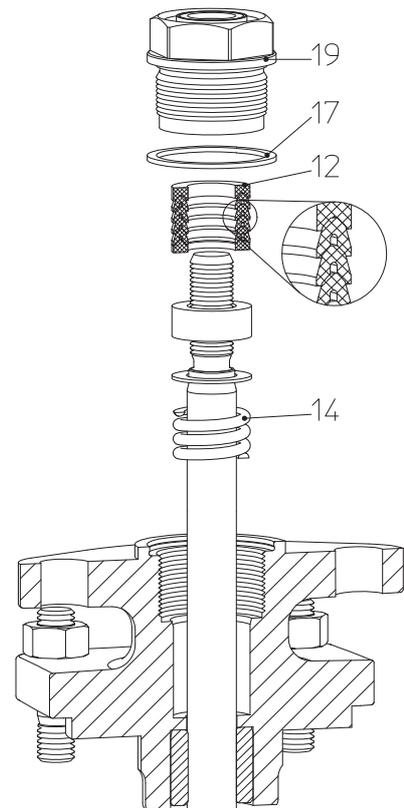

Bild 12: Dachmanschetten
- Bei Austausch der Dachmanschetten (Pos. 12) auf richtige Reihenfolge und Einbaulage der Einzelteile achten (siehe Bild 12).